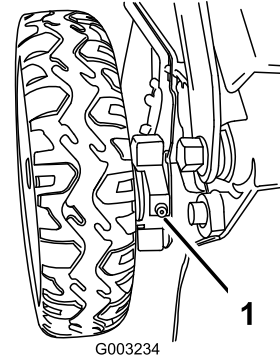

Figura 46
1. Limpie con un trapo limpio los puntos de engrase situados justo dentro de las ruedas traseras (Figura 46).